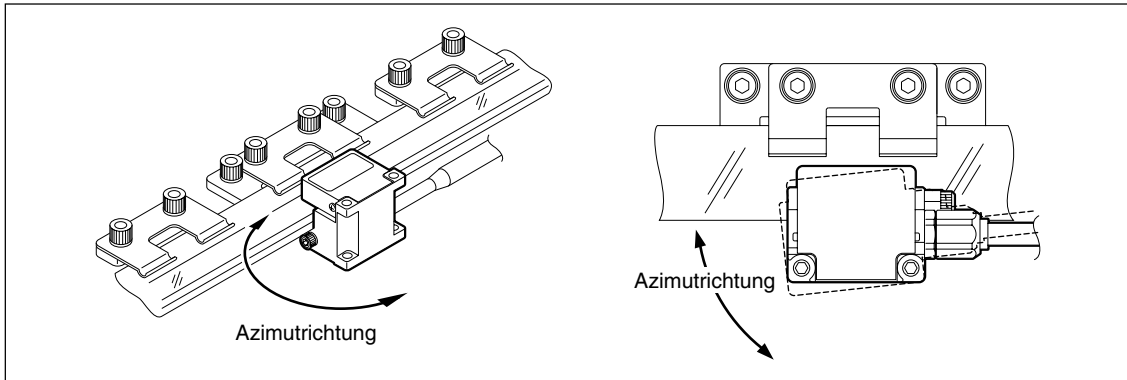

Abb. 3-13
- 2 Drehen Sie den Detektorkopf, wie in Abb. 3-13 gezeigt, bis Sie den Punkt finden, an dem die Amplitude der Lissajousfigur ihr **Maximum** erreicht.